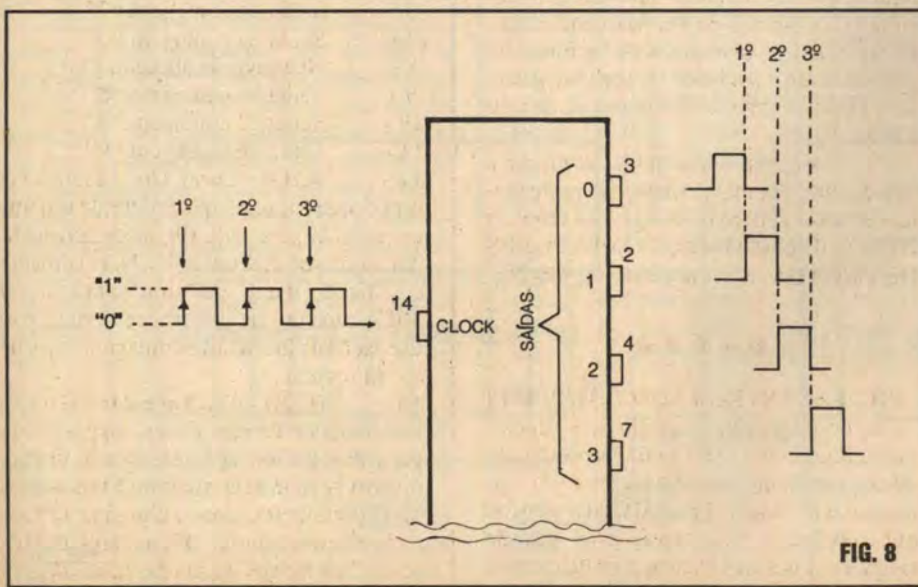

FIG. 8
**- FIG. 8 - DETALHANDO O FUNCIONAMENTO DINÂMICO DO 4017...** - "Lá dentro" do Integrado, as "coisas" se passam de forma bastante complexa... Já externamente, as manifestações e funcionamento do 4017 são simples e fáceis de compreender... À sua entrada de Clock são aplicados os pulsos (na forma de um "trem" de níveis alternados, "0" e "1" em Frequência de até uma dezena de Megahertz, ou ainda de forma "individual", pulso a pulso - veremos detalhes sobre a "geração" desses pulsos, na próxima "Aula"... ) que devem ser contados/decodificados... A cada transição ascendente, ou seja: cada vez que o estado na Entrada passa de "0" para "1", o complexo arranjo interno do Integrado "reconhece" o incremento de um número, imediatamente indicando-o através da "positivação" (transição de "0" para "1" da Saída de Contagem correspondente, sempre pela ordem numérica...
Dessa forma, enquanto nenhum pulso for aplicado à Entrada (pino 14), estará em "1" apenas a primeira Saída (pino 3, correspondente ao "0" decimal...). Logo que seja aplicado o primeiro pulso, apenas se manifestará com "1" a primeira Saída (pino 2, correspondente ao "1" decimal...). No segundo pulso, o nível no pino 4 eleva-se para "1"... No terceiro pulso, é o pino 7 que passa a apresentar nível "1", e assim por diante, até que se manifeste em "1" apenas a Saída decimal "9" (no pino 11), e desde que os pulsos se sucedam sob as convenientes polarizações nos pinos de Reset (15) e de Clock Enable (13), já explicadas... Um ponto importante de se notar, desde logo, é que apenas a "Saída da vez", ou seja, aquela selecionada pelo decodificador interno ao Integrado em função da contagem realizada, é que fica em "1" a cada instante, permanecendo todas as outras nove Saídas em "0"... O que ocorre, em termos práticos e fáceis de entender, é um verdadeiro sequenciamento, com o momentâneo nível "1" como que "andando" ao longo das 10 Saídas, pela ordem numérica. À medida que a Entrada de Contagem vai recebendo os sucessivos pulsos... Observar que o diagrama da FIG. 8 mostra apenas (para simplificar...) os eventos nas quatro primeiras Saídas, devendo o Leitor/Aluno raciocinar um pouco e considerar as "coisas" como progressivas, até a última Saída...